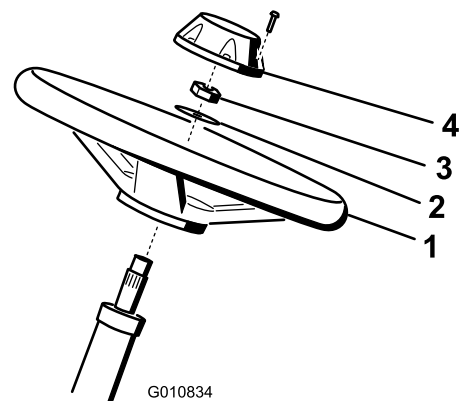

Bild 3
1. Schieben Sie das Lenkrad auf die Lenkwelle (Bild 3).
2. Schieben Sie die Scheibe auf die Lenkwelle (Bild 3).
3. Befestigen Sie das Lenkrad mit der Klemmmutter an der Welle und ziehen sie auf 27 bis 35 Nm an (Bild 3).
4. Montieren Sie den Deckel mit der Schraube am Lenkrad (Bild 3).